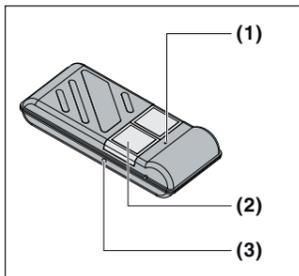

Fig. 1
4.2 Utiliser l'émetteur (fig. 1)
- ▶ Appuyer sur la touche (2) de l'émetteur. La fonction liée à cette touche (par exemple ouverture/fermeture de la porte) va s'exécuter.
- Fonction 1:** Enfoncer la touche (1)
- Fonction 2:** Enfoncer la touche (2)
- Fonction 3:** Enfoncer simultanément les touches (1) et (2)
2 Beschrijving van het toestel (fig.1)
4.2 De handzender gebruiken (fig. 1)
- Toets (2) van de handzender indrukken. De met de toets verbonden functie (bijv. deur open/dicht) wordt uitgevoerd.
- Functie 1:** Toets (1) indrukken
2 Descripción del aparato (fig. 1)
4.2 Emplear el emisor manual (fig. 1)
- Presionar el pulsador (2) del emisor manual. La función ligada al pulsador (p. ej., abrir/cerrar puerta) se lleva a cabo.